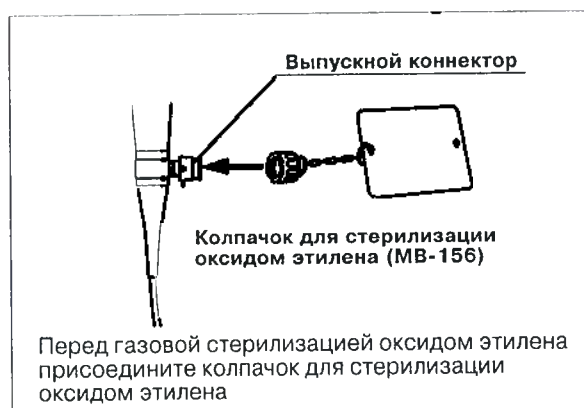

Рис. 6.2
- Во время стерилизации STERRAD® 50/100S колпачок для стерилизации оксидом этилена должен быть присоединён к выпускному коннектору (см. рис. 6.2 на стр. 48).
- Перед стерилизацией к коннектору эндоскопа присоедините колпачок для стерилизации оксидом этилена. Если колпачок для стерилизации оксидом этилена не будет прикреплен к эндоскопу во время стерилизации, то расширение воздуха внутри эндоскопа может вызвать повреждение каучукового покрытия изгибаемой части и/или повреждение механизма изгибаемой трубки (см. рис. 6.2).